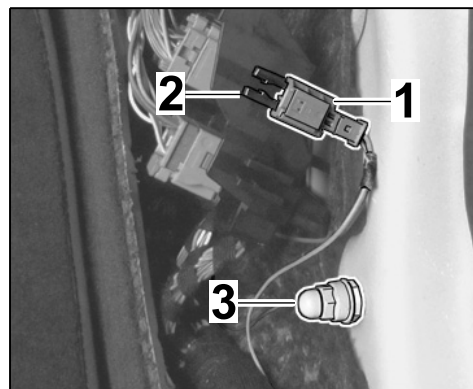

Рис. 13
- 2.3.7 Надвинуть штифтовой корпус на верхнюю направляющую на держателе места разъединения (⇒ Рис. 13).
Прикрутить кабельную проушину к болту массы 22 (⇒ Рис. 13 -3-).